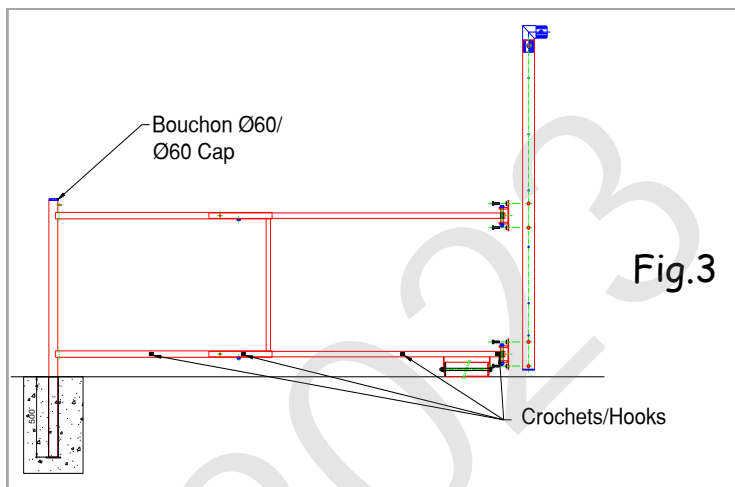

Fig.3
- Présenter et visser les montants avant sur le cadre puis Insérer la transversale sur les montants avant, bloquer avec les vis TBHC M 10x40, rondelles => Fig. 3
- Screw the posts on the frame then Insert the crossbar on the front posts, secure with the screws TBHC M 10x40, washers => Fig. 3